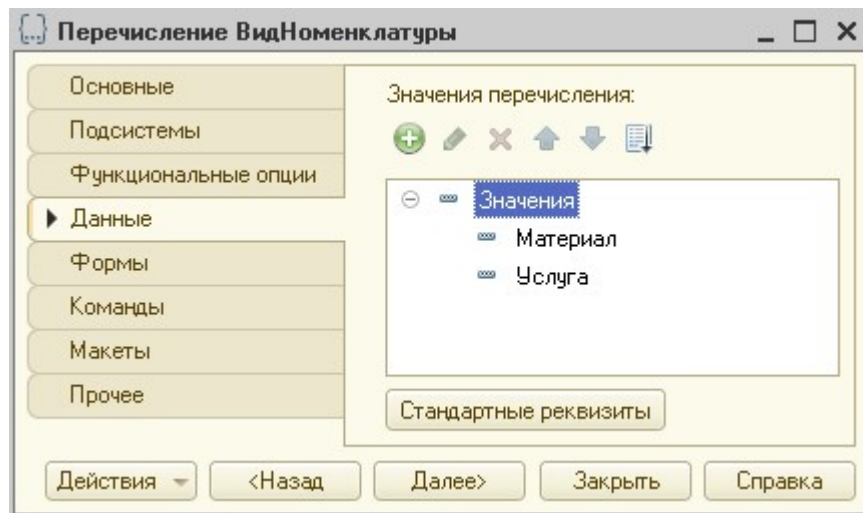

Рисунок 45 Перечисление Вид номенклатуры
12. Создайте перечисление **ВидНоменклатуры**. Добавьте на вкладке **«Данные»** два значения: **Материал** и **Услуга** (рис. 45). Включите в подсистемы.